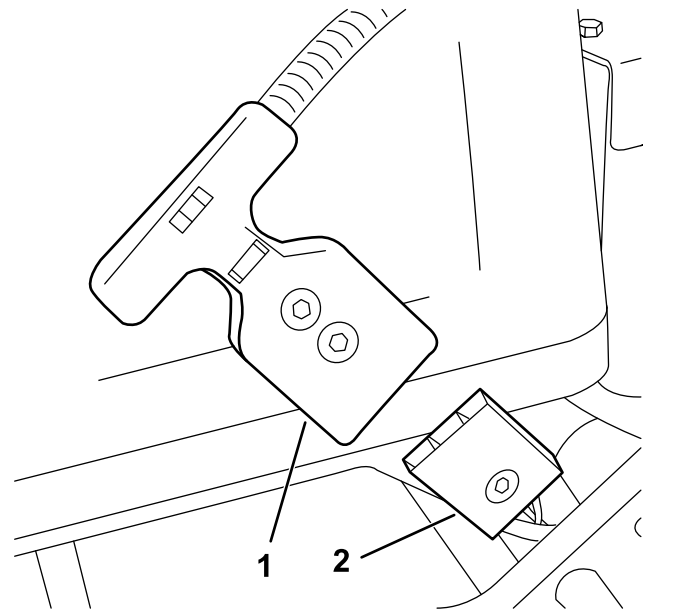

Bild 33
4. Trennen Sie den T-Holmanschluss vom Hauptkabelbaum vom Netzstecker am Akku-Unterteil (Bild 33).
4. Schließen Sie den T-Griff am Akkupackanschluss an (Bild 33).